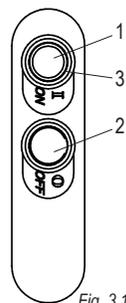

Fig. 3.1.1
Appuyer sur le bouton de marche ("1" Fig. 3.1.1).
5.3. Contrôle efficacité du bouton d'arrêt (fig. 3.1.1)
5.4. Démarrage de la machine (fig. 3.1.1)
Pour démarrer la machine, il suffit d'appuyer sur le bouton de marche ("1" Fig. 3.1.1) après avoir branché correctement la fiche à la prise du courant électrique et la machine s'actionne.
5.5. Arrêt de la machine (fig. 3.1.1)
Pour arrêter la machine, il suffit d'appuyer sur le bouton d'arrêt ("2" Fig. 3.1.1) et la machine s'arrête.